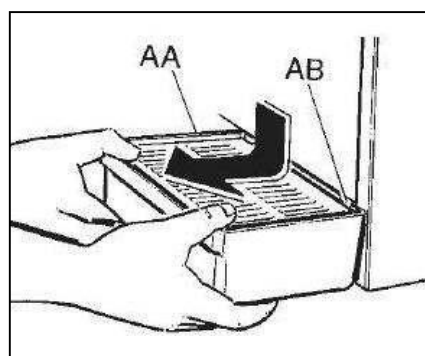

Fig. 21
-Smontare la vaschetta raccogli gocce (AA) ruotandola leggermente verso l'alto e tirandola verso l'esterno (vedi fig. 21).